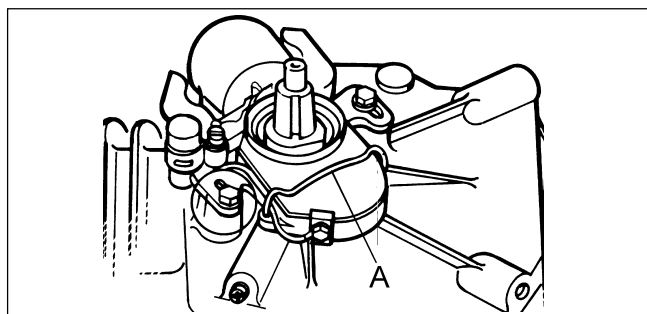

Fig. 6
- Ouvrir la boîte vis platinées et effectuer un contrôle visuel (Fig. 6) en dégageant le ressort A.